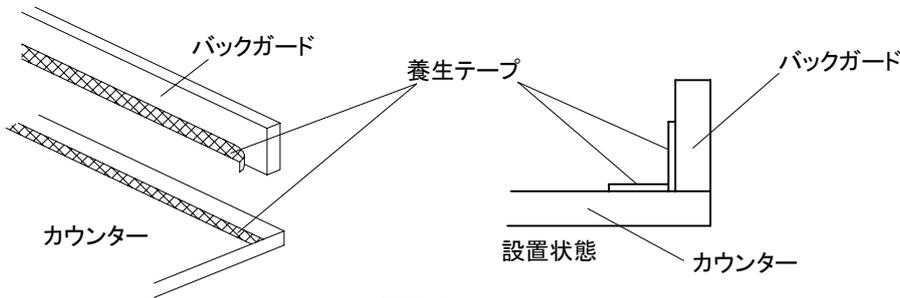

図10-9
- ①バックガード表面とカウンター取付面に養生テープを貼ってください。(図10-9)